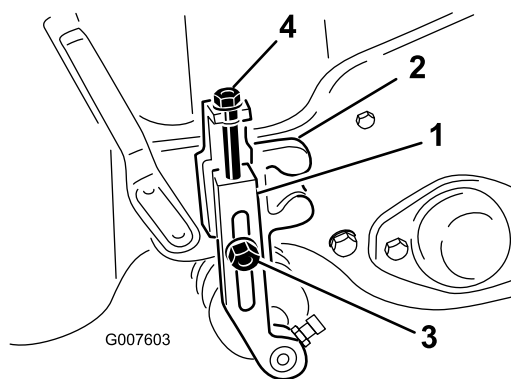

图54
2. 松开将剪草高度臂固定到剪草高度支架上的锁紧螺母图54。